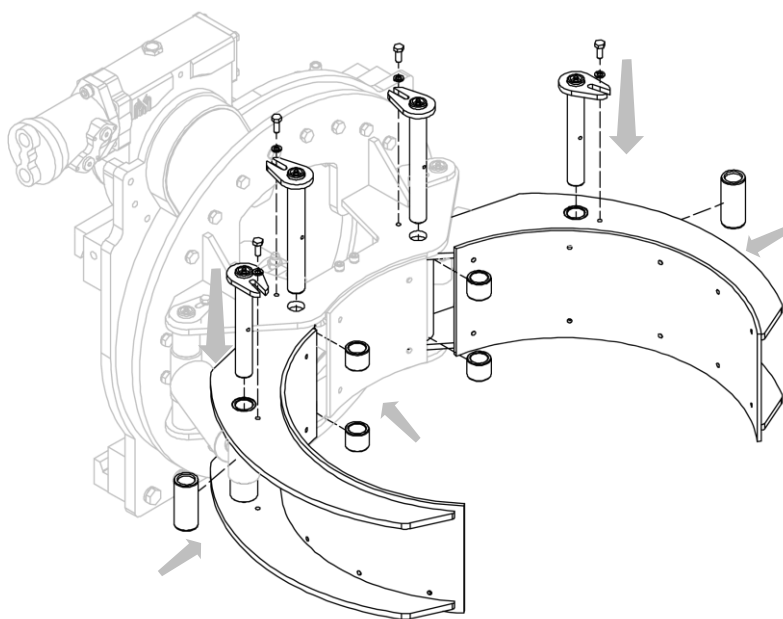
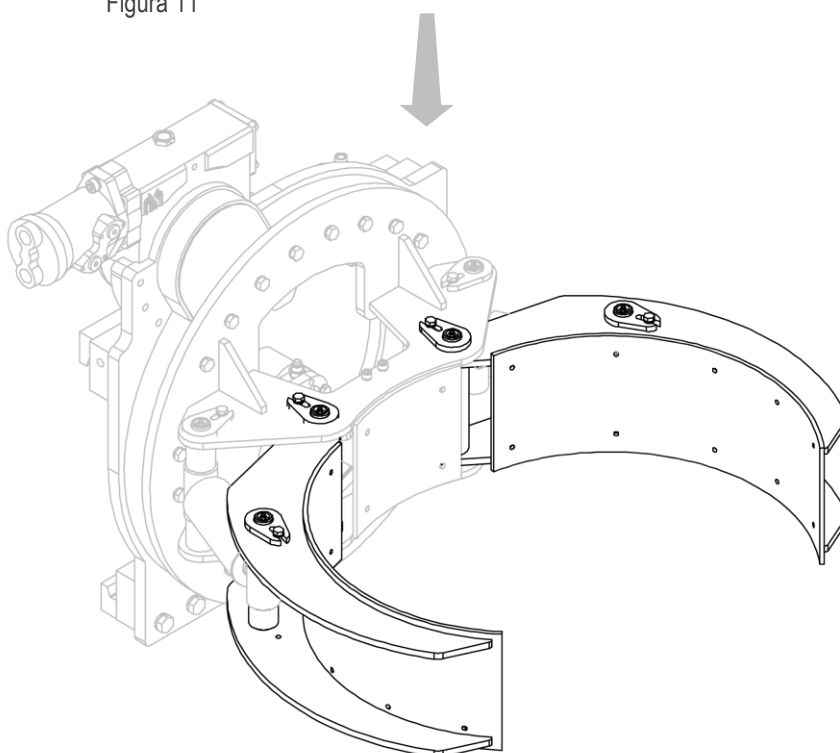

Figura 11
Figura 12
2. Coloque los brazos en los asientos adecuados, instalando los pasadores de bloqueo con los tornillos correspondientes. También instale las deslizaderas de brazos y cilindros (mira *Figura 11* y *Figura 12*).